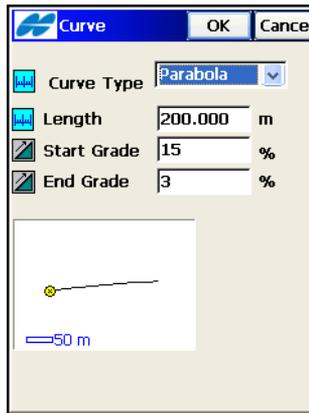

Abbildung 7-20. Neue Ausrundung
2. Wählen Sie im Fenster *Kurve* (Abbildung 7-20) den Kurventyp: *Kreisbogen* oder *Parabel*. Die Grafik im Fenster stellt das Element dar.